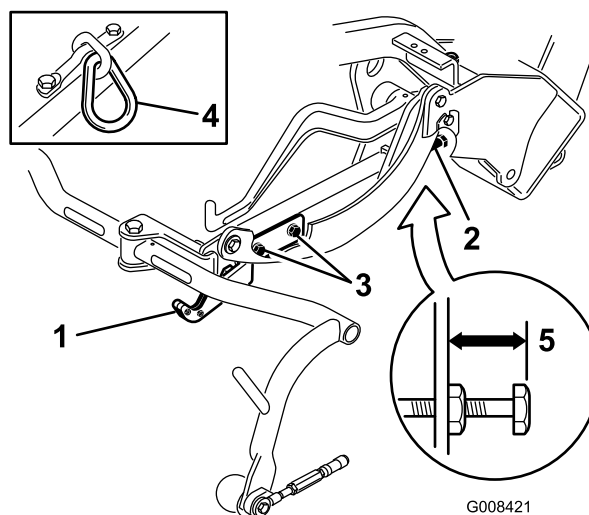
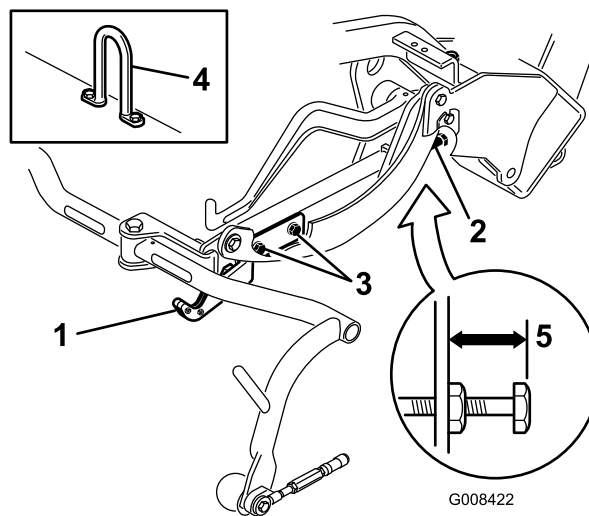
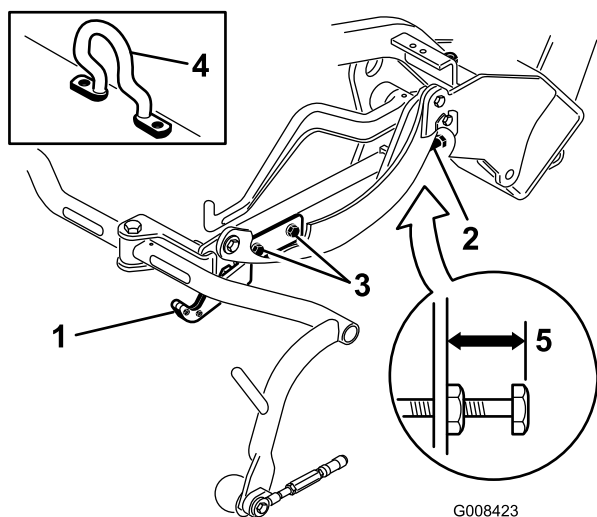

図 19
図 20
図 21
移動走行時の高さ（図 19 と 図 20）を点検し、必要に応じて調整します。
2. チェーン・リンクまたはストレート型の昇降フック（図 19 と 図 20, 挿入図）のついているカッティングユニットでは、キャリア・フレーム調整ねじの上面からキャリア・フレームの背面までの距離が 22 mm になっていることを確認する。この距離が 22 mm になっていない場合は手順 4 へ進む。オフセット・リフト・リンク（図 21）のついているカッティングユニットの場合は、次のステップに進む。
3. オフセット・リフト・リンク（図 21）のついているカッティングユニットでは、キャリア・フレーム調整ねじの上面からキャリア・フレームの背面までの距離が 25 mm になっていることを確認する。この距離が 25 mm になっていない場合は手順 4 へ進む。
(図 19 と 図 20 と 図 21)。
についているジャムナットをゆるめる (図 19 と